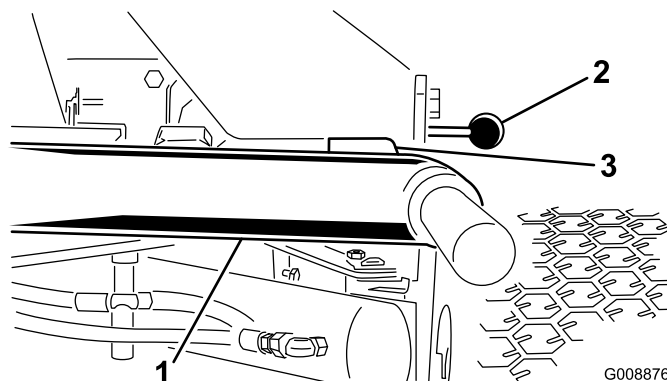

Рисунок 25
1. Запустите двигатель, поднимите подъемные рычаги и убедитесь, что зазор между каждым подъемным рычагом и кронштейном панели пола составляет от 5 до 8 мм (Рисунок 25).